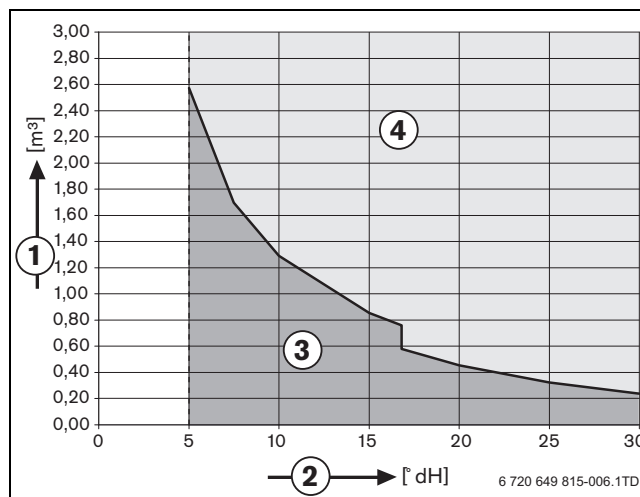

Fig. 1 Requisiti per l'acqua di riempimento e di rabbocco per apparecchi singoli Logamax plus fino a 50 kW
- ▶ Come acqua di riempimento e di rabbocco utilizzare esclusivamente acqua di rubinetto non trattata, secondo il regolamento sull'acqua potabile, o acqua di riempimento completamente desalinizzata con una conduttività uguale o inferiore a 10 microsiemens/cm. (→ fig. 1). Non è consentito l'impiego di acqua freatica. Nel caso di impiego di additivi per l'acqua, contattare preventivamente la propria filiale Buderus.